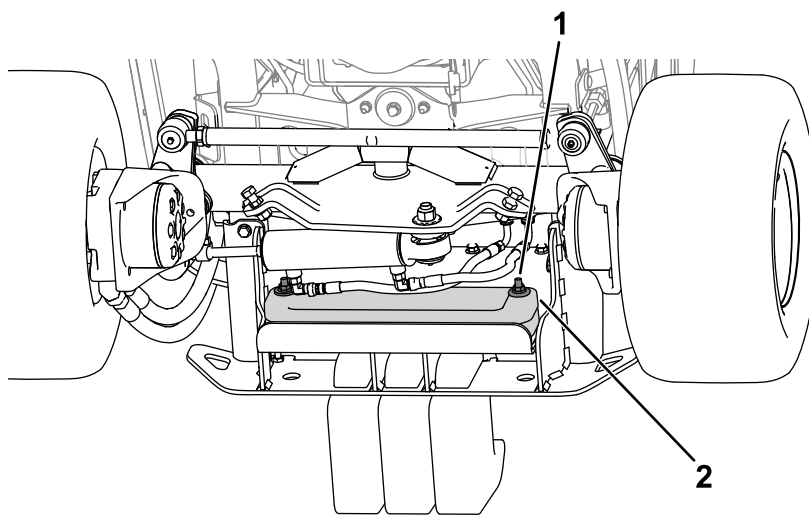

Figura 21
2. Utilice las fijaciones para sujetar los pesos al parachoques (Figura 21).